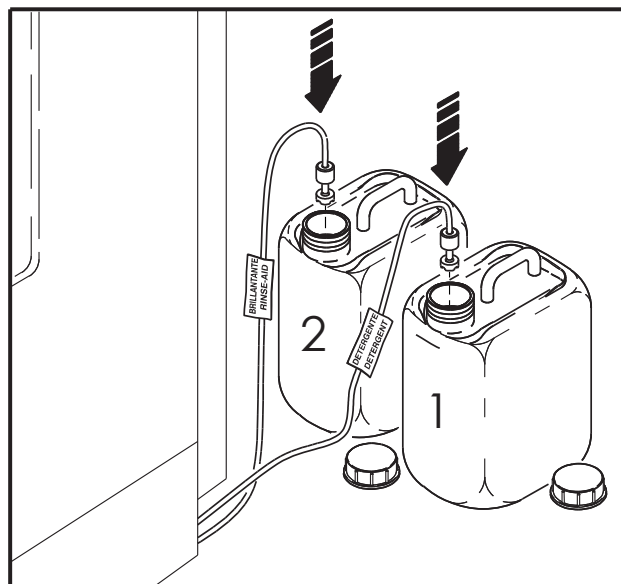

Fig. 22
- *Verifique o abrillantador e o nível de detergente no recipiente externo e substituí-lo, se necessário (fig. 22)*